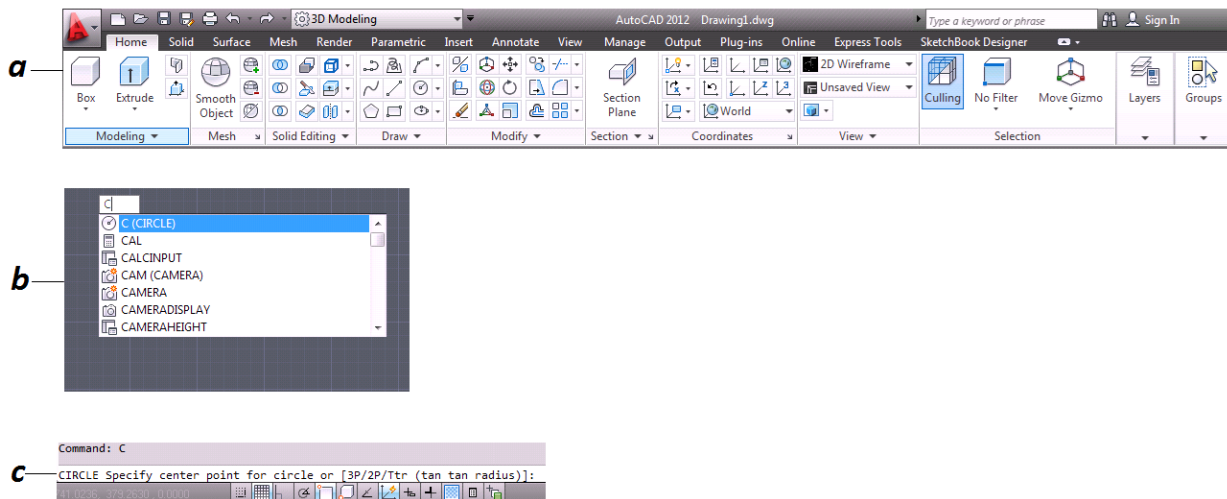

Figura 3.3. Formas de Ejecutar Comandos
- a. **POR ICONOS:** Como el nombre indica, se puede elegir el comando directo del icono ubicado en las *Cintas [Ribbons]* (*figura 3.3*) esta es más útil en caso de que no se conozca el nombre del shortcut con el icono grafico da una idea de lo que hace la herramienta.
- b. **POR TECLADO:** Al escribir un comando, la orden aparece en la línea de comandos o en la caja de entrada dinámica si esta activada (F12), la cual aparecerá en donde se ubique nuestro puntero (*figura 3.3*); después de seleccionar la herramienta se pulsa enter.
- c. **LINEA DE COMANDOS:** el shortcut (alias) es la abreviación del comando, esta forma es parecida a la anterior, solo que al desactivar con F12 se tiene que escribir el shortcut completo (varían depende el idioma configurado) (*figura 3.3*).
NOTA: al ejecutar un comando, el programa pregunta cual es el siguiente paso a ingresar, esto se muestra en la línea de comandos (figura 3.3 “c”) para poder ejecutar el comando como se desea. En este caso con al ingresar el comando Circulo (CIRCLE), menciona “ingresemos el punto de centro de el circulo o [3P/2P/Ttr (tan tan radius)]”.